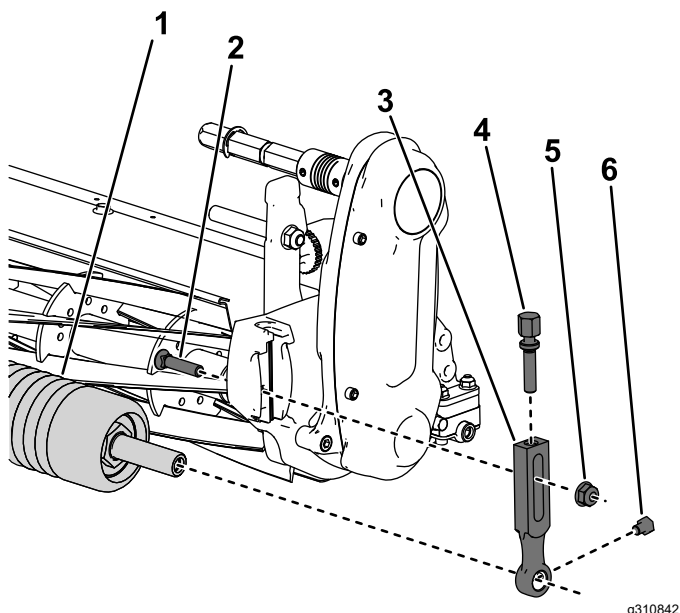

Рисунок 3
1. Снимите лемешный болт, шайбу и фланцевую гайку, которые крепят один из рычагов регулировки высоты скашивания к боковой плите режущего блока (Рисунок 3).